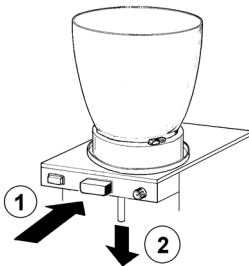

Bild 1
- 3 Betätigen Sie (1) die Taste des Hahns und entfernen Sie (2) das Gummitteil des Hahns aus seinem Sitz, indem Sie es nach unten ziehen (siehe Abbildung 1).